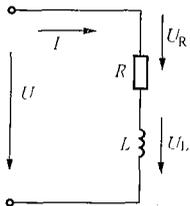

图 E-82
**La2E3061** 图 E-82 为一个 RL 串联电路图，请画出矢量关系图、电压三角形、阻抗三角形。